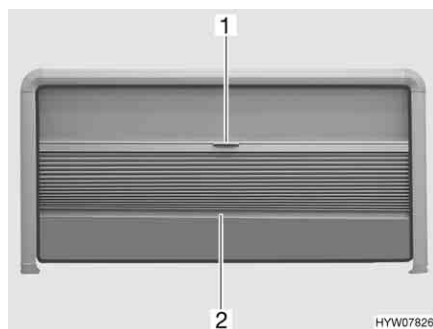

Fig. 40 Tendina oscurante pieghevole e zanzariera a rullo (finestra apribile)
- Afferrare la tendina oscurante pieghevole al centro dell'asta di chiusura (Fig. 40,2) e tirare delicatamente verso il basso.
- Tenere la parte centrale dell'asta di chiusura (Fig. 40,2) della tendina oscurante pieghevole e spingere quest'ultima verso l'alto con cautela.
- Tirare la zanzariera a rullo verso il basso utilizzando la maniglia (Fig. 40,1).
- Spingere la zanzariera a rullo completamente verso l'alto utilizzando la maniglia (Fig. 40,1).